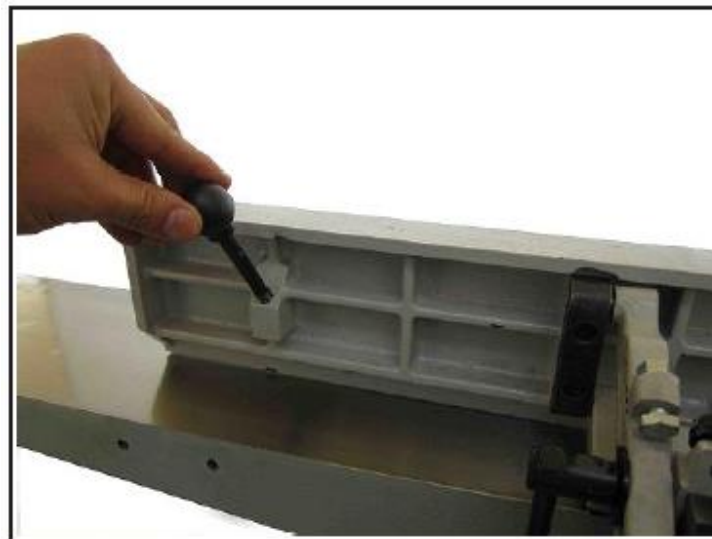

Рис. 12. Установка рукояток наклона параллельного упора
2. Ввернуть рукоятки наклона параллельного упора в параллельный упор (рис. 12).